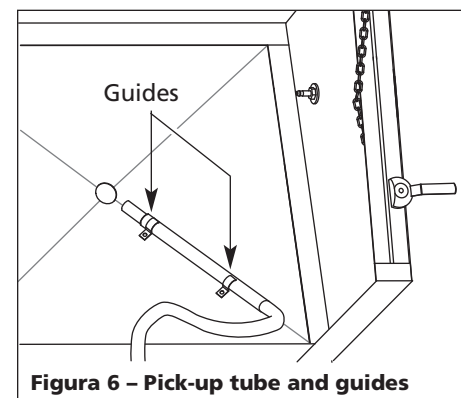

Figura 6 – Pick-up tube and guides
- Coloque el extremo del tubo de entrada en la mitad de la cabina donde la profundidad del medio de abrasión es mayor. Hay guías metálicas para ayudar a estabilizar el tubo de recolección (ver Figura 6).